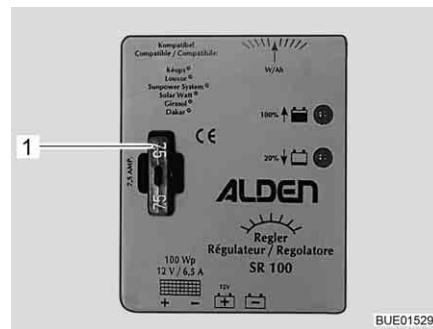

Fig. 182 Fusibile regolatore di carica del pannello solare 100 W
- Sostituire il fusibile piatto 5 A/marrone chiaro (Fig. 182,1).